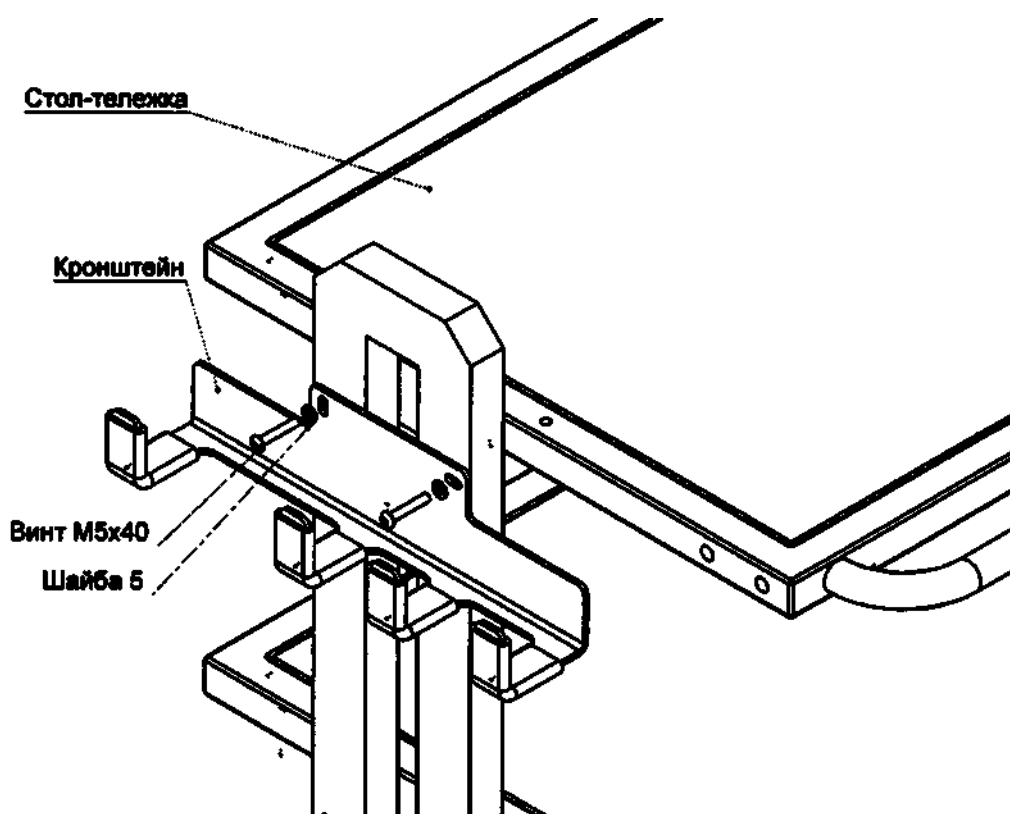

Рис. 3. Установка кронштейна на стол-тележку.
3. Совместите пазы в кронштейне с отверстиями в полке и боковой стойке и установите кронштейн, используя винты М5×40 с плоскими шайбами, как показано на рис. 3.
Установка кронштейна в сборе на стол-тележку показана на рис. 3.